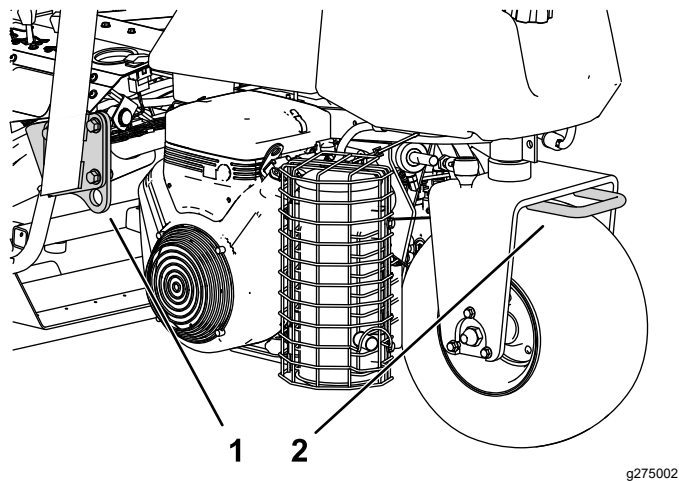

Figura 25
- Prenda a máquina de forma segura utilizando correias, correntes, cabos ou cordas. As correias frontal e traseira devem estar dirigidas para baixo e para fora da máquina (Figura 25).